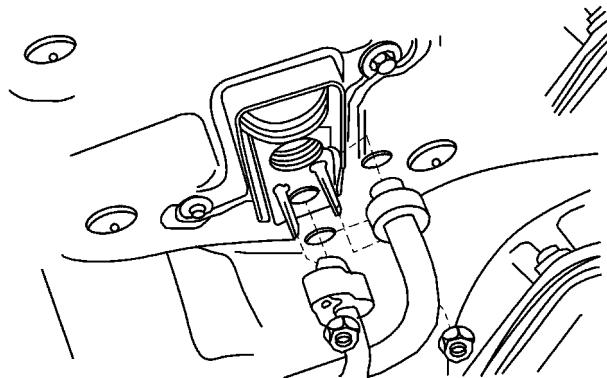

图 5-39 拆卸吸入软管和液管管板
- 3) 按照图 5-39 所示，从前围板上拆卸吸入软管和液管管板的固定螺钉。